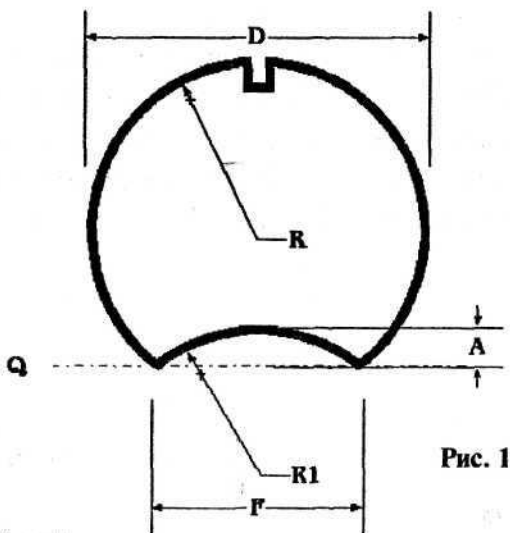

Рис. 1
4. Не желательно отклонение диаметра изделия ( $D$ ) более чем на 5 мм от номинального диаметра, указанного в спецификации. Контрольные замеры диаметра должны производиться при помощи кронциркуля у каждого изделия по всей его длине (см. рис. 1).
7. Не желательно нарушение продольной геометрии изделия (винт). Ребра теплового замка должны лежать в одной плоскости (Q). Контрольные замеры производятся на каждом изделии. При этом изделие укладывается на ровную горизонтальную поверхность тепловым замком, обращенным вниз. После этого с помощью линейки измеряются зазоры (G) между ребрами теплового замка и поверхностью, на которой лежит изделие. Зазоры не должны превышать 3 мм (см. рис. 1,3).
8. Ширина теплового замка (F) должна быть равна радиусу (R) изделия. Не желательно отклонение ширины теплового замка более чем на 5 мм. Контрольные замеры должны производиться при помощи линейки у каждого изделия по всей длине теплового замка (см. рис. 1).
9. Радиус дуги теплового замка (R1) должен быть равен радиусу (R) изделия (см. рис. 1).
10. Не желательно отклонение глубины теплового замка более чем на 5 мм по всей длине изделия. Контрольные замеры производятся при помощи рейки и линейки у каждого изделия по всей его длине (см. рис. 1).